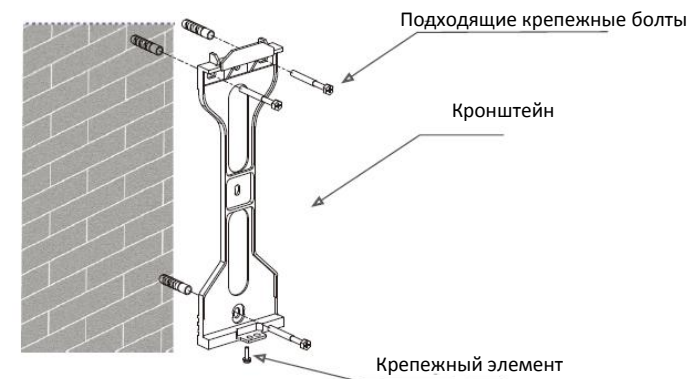

Рисунок 4.4 – Монтаж на стену
2. Убедитесь, что крепежный элемент размещен горизонтально, а монтажные отверстия (см. рисунок 4.4 и 4.5) расположены правильно. Просверлите отверстия в стене или столбе согласно разметке.